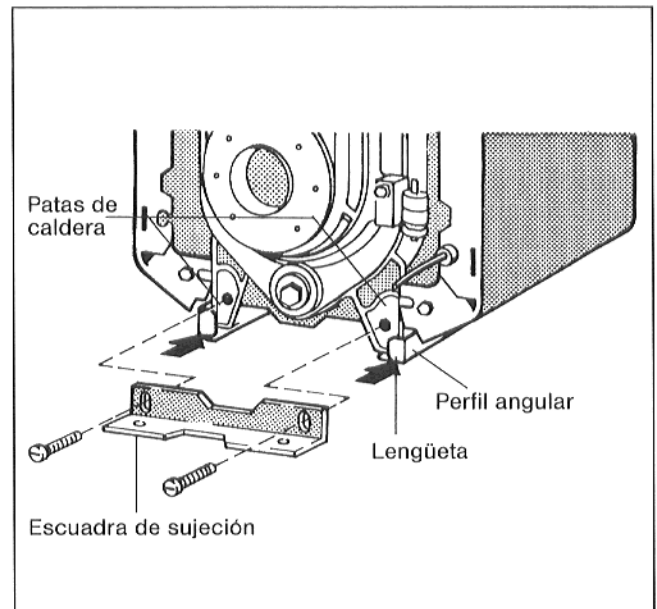

Fig. 3
- Colocar la escuadra de sujeción en las lengüetas dobladas del perfil angular y atornillarla de forma suelta en las patas de la caldera (fig. 3; M 10 x 55).
- Atornillar y apretar la escuadra de sujeción delante en las patas del elemento de caldera (fig. 3; M 10 x 55).